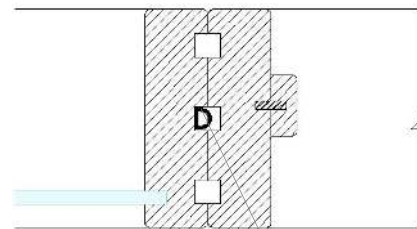

Fig 8.
- Ved montering mot neste felt skal tetteliste eller fuge legges inn. Høydejustering skjer ved oppkiling på sokkel. Fig.8.